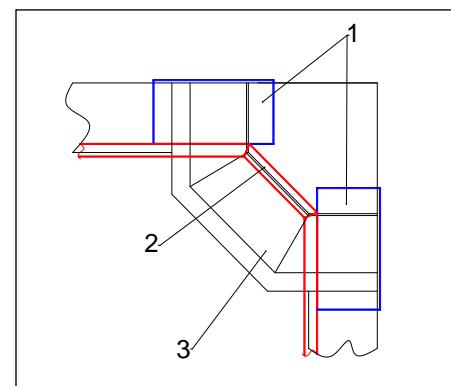

Рис. 24
3. Монтаж карниза типов 1, 3, 4 над угловыми коробами производится в соответствии со схемой, изображённой на Рис. 24. Пространство между стеной и карнизом закрывается панелями из ДСП, закреплёнными поверх навесных шкафов и кожуха вытяжки.